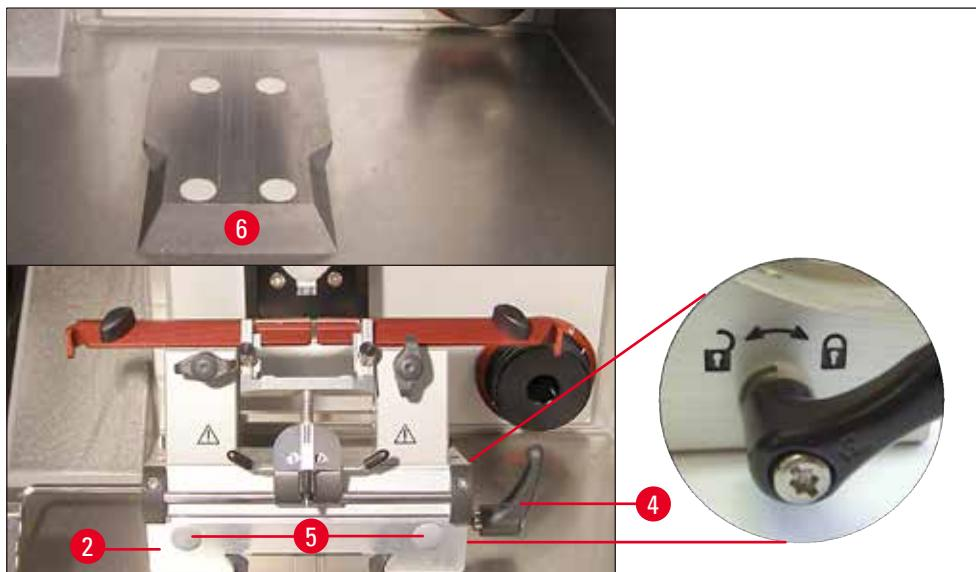

図 25
- ナイフ/ナイフホルダーベース(→図 25-2)をダブルガイド(→図 25-6)に正面から押し付け、クランプレバー(→図 25-4)で締め付けます。ナイフ/ナイフホルダーベースの右側のクランプレバー (→図 25) の拡大図を参照) を時計方向に (閉じたロックの記号の方へ) 動かします。ベースを移動するには、クランプレバーを少しだけ開き、何かのはずみで試料ヘッド方向にベースが動くのを防ぎます。ナイフ/ナイフホルダーベースの右側のクランプレバー (→図 25) の拡大図を参照) を反時計方向に (開いたロックの記号の方へ) 動かします。